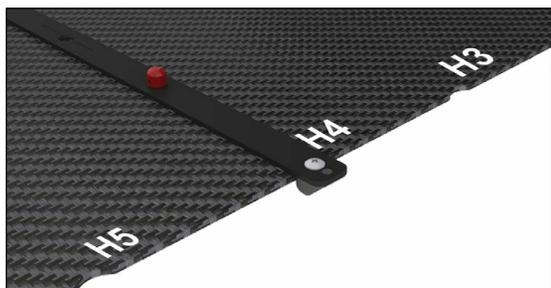

Fig. 1
1. Conecte duas Barras de localização a 1260 mm de distância (normalmente nove índices de encaixe) e encaixe-as (Fig. 1 e 2).